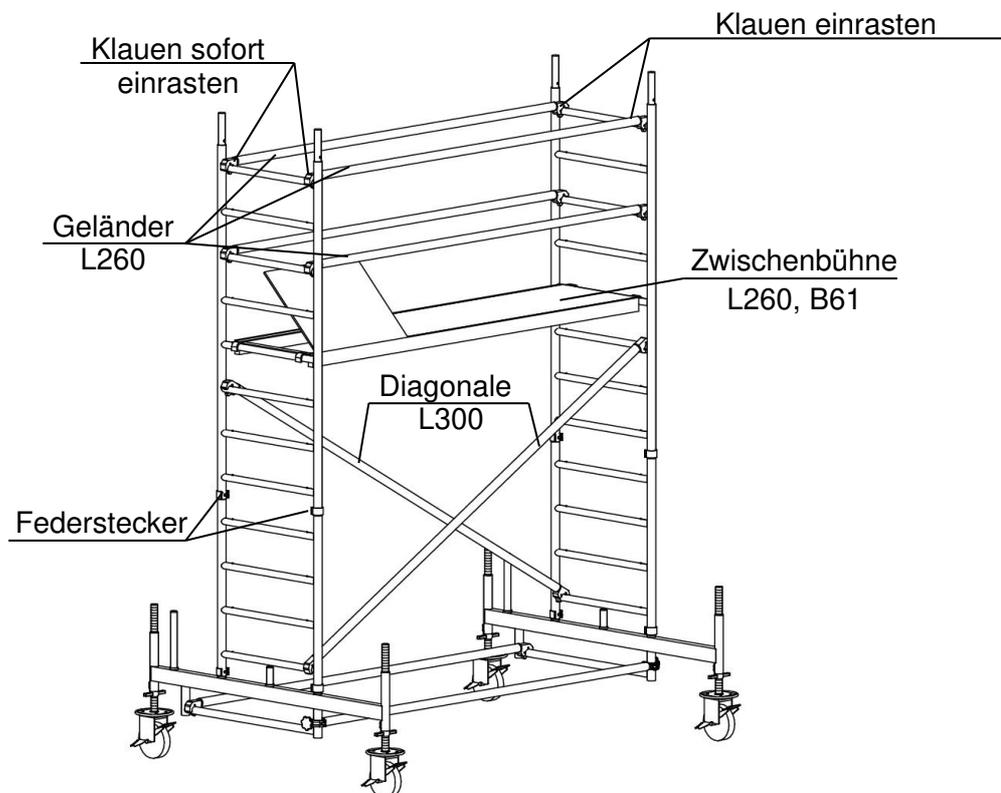
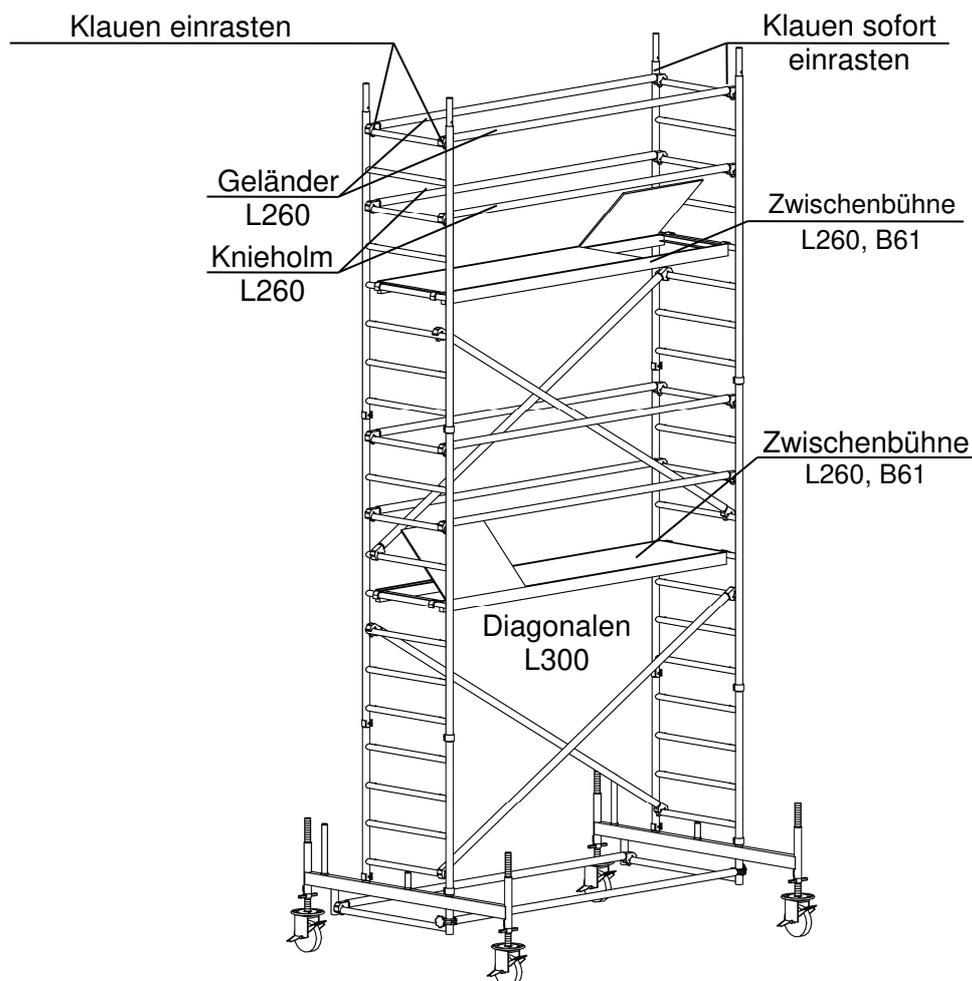
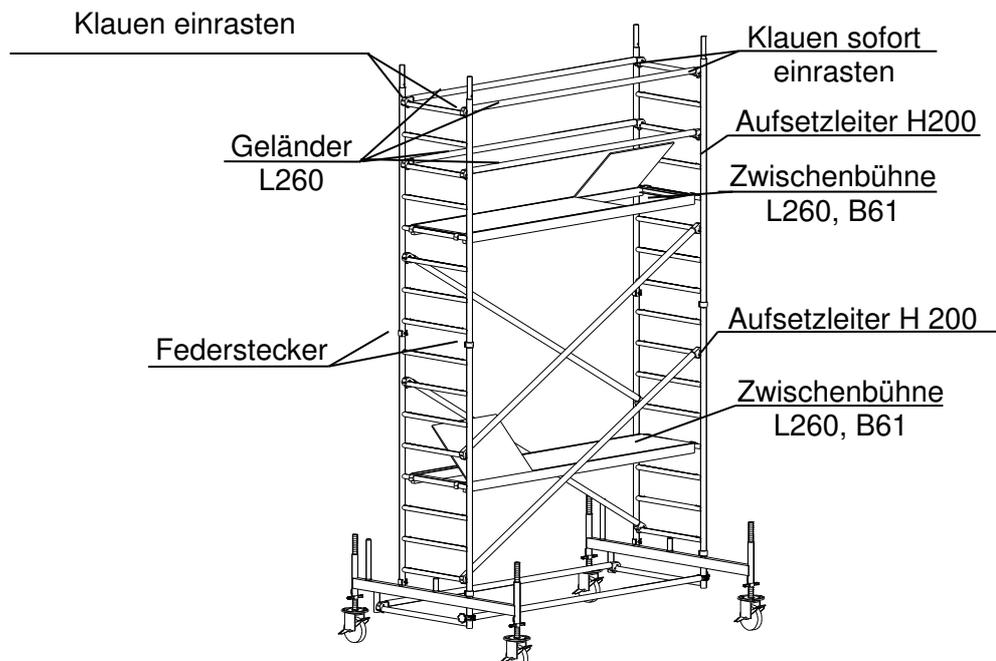

Bild 9: Seitenschutz der Zwischenbühne
Bild 10: Zwischenbühne Standhöhe 4.40 m
Bild 11: Zwischenbühne Standhöhe 3.40 m
- ➔ Die Zwischenbühne kann jetzt betreten werden (siehe hierzu Bild 9).
- Zum Seitenschutz der Zwischenbühne (Bild 10) siehe Beschreibung zu Bild 9.
- Eine Arbeitsbühne L260, B61 Alu-Sperrholzbelag mit Klappe als Zwischenbühne auf die jeweils 4. Sprossen der oberen Aufsetzleitern legen und die Abhebesicherung schließen. Vier Geländer L260 einen Meter bzw. 0.5 m über der Zwischenbühne einbauen (siehe hierzu Bild 9).
- Zum Seitenschutz der Zwischenbühne (Bild 11) siehe Beschreibung zu Bild 9.
- Der Seitenschutz ist wie zu Bild 9 und 10 beschrieben einzubauen.